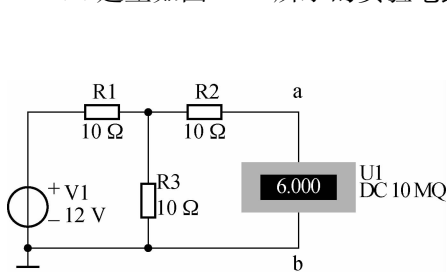

图 2-54 测量二端网络开路电压
(1) 打开 Multisim 10 仿真实验软件, 建立如图 2-54 所示的实验电路。
(2) 打开仿真开关, 进行仿真分析, 测量 a、b 两端的开路电压 U_0 并填写在表 2-10 中。